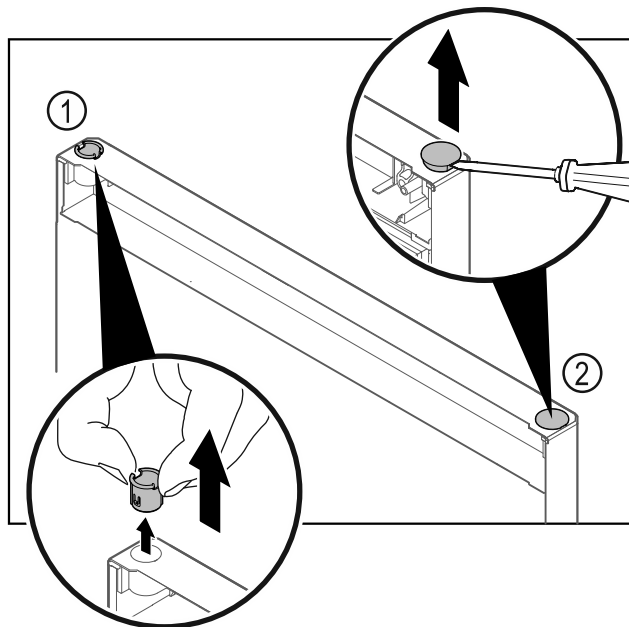

Fig. 22
- Pušo tečaja Fig. 22 (1) snemite s prsti.
- S ploščatim izvijačem previdno dvignite krovni čep Fig. 22 (2) in ga izlecite.